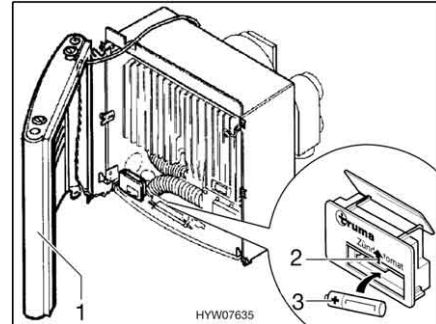

Bild 116 Heizung geöffnet
- Verkleidung (Bild 116,1) seitlich anstellen, damit die Anschlusskabel für das Warmluftgebläse sowie für die Zünd-Kontroll-Lampe nicht ausgesteckt werden müssen.
- Die Abdeckung des Batteriefachs am Zündautomaten (Bild 116,2) nach oben schieben.
- Eine neue Batterie (Bild 116,3) gleichen Typs polrichtig (+/-) in das Batteriefach des Zündautomaten einsetzen. Nur temperaturbeständige (+70 °C) und auslaufsichere Mignon-Batterien verwenden.